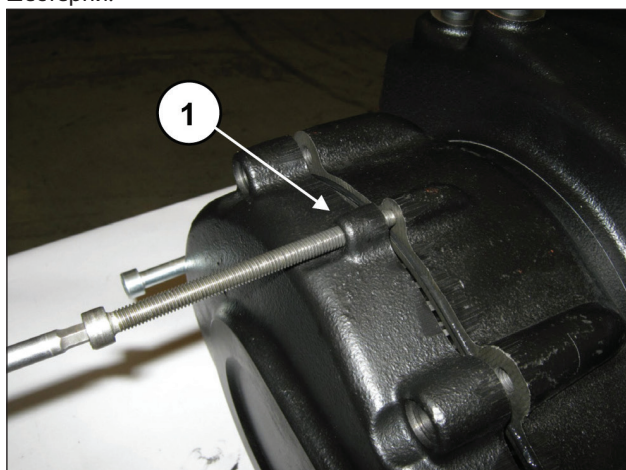

Рис. 6
Постепенно закручивайте 3 винта М8 (поз. ①, Рис. 6) с функцией съемников до полного снятия узла крышки и шестерни.